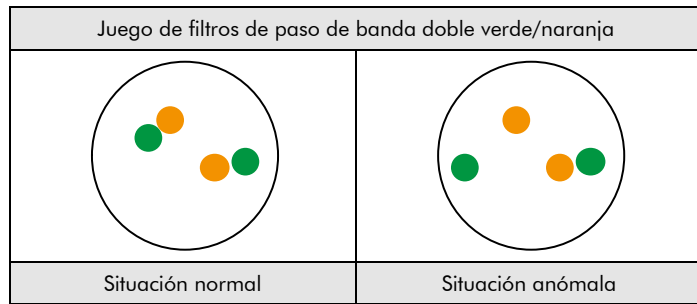

Fig. 2: Resultados previstos en núcleos normales y anómalos
**Situación normal:** En las interfases de células normales o células sin una translocación que afecte a la región del gen NUP98, aparecen dos señales de fusión naranjas o verdes (ver Fig. 2). En ocasiones se han observado señales de división en muestras de tejidos normales. Por lo tanto, es importante definir cuidadosamente las especificaciones de valor de corte para evitar resultados falsos positivos (ver Fig. 2).
**Situación anómala:** Una región del gen NUP98 afectada por una translocación se indica mediante una señal verde independiente y una señal naranja independiente (ver Fig. 2).